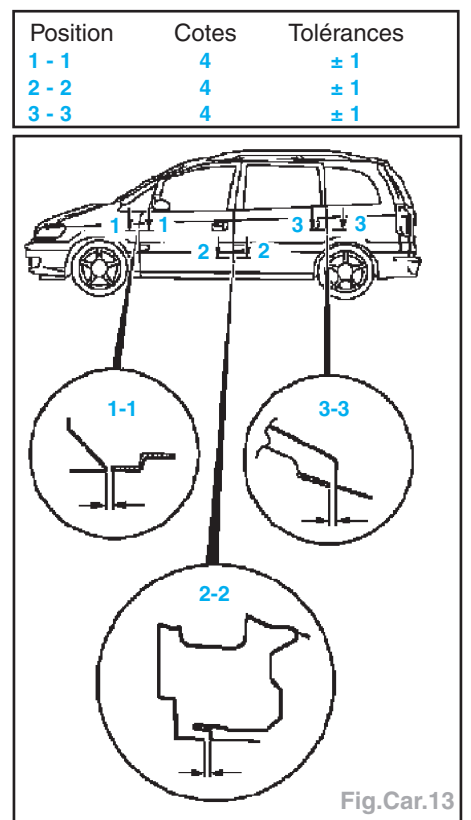

Fig.Car.13
- Respecter les cotes d'écartements au remontage (mm) (Fig.Car.13) :